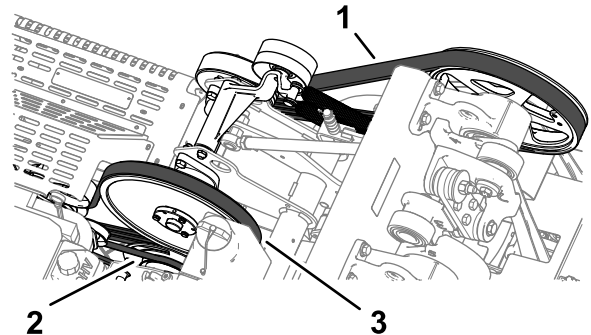

Bild 164
2. Untersuchen Sie die Riemen der Hydraulikpumpe, der Hubwelle und der Kurbelwelle (**Bild 164**) auf Schäden, Verschleiß, übermäßige Risse oder große eingedrückte Fremdkörper.